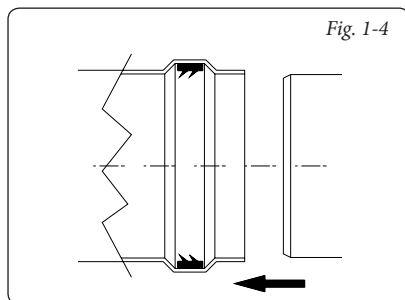

Fig. 1-4
**Posizionamento delle guarnizioni a doppio labbro.** Per un corretto posizionamento delle guarnizioni a labbro su gomiti e prolunghe, occorre seguire il senso di montaggio (Fig. 1-4).